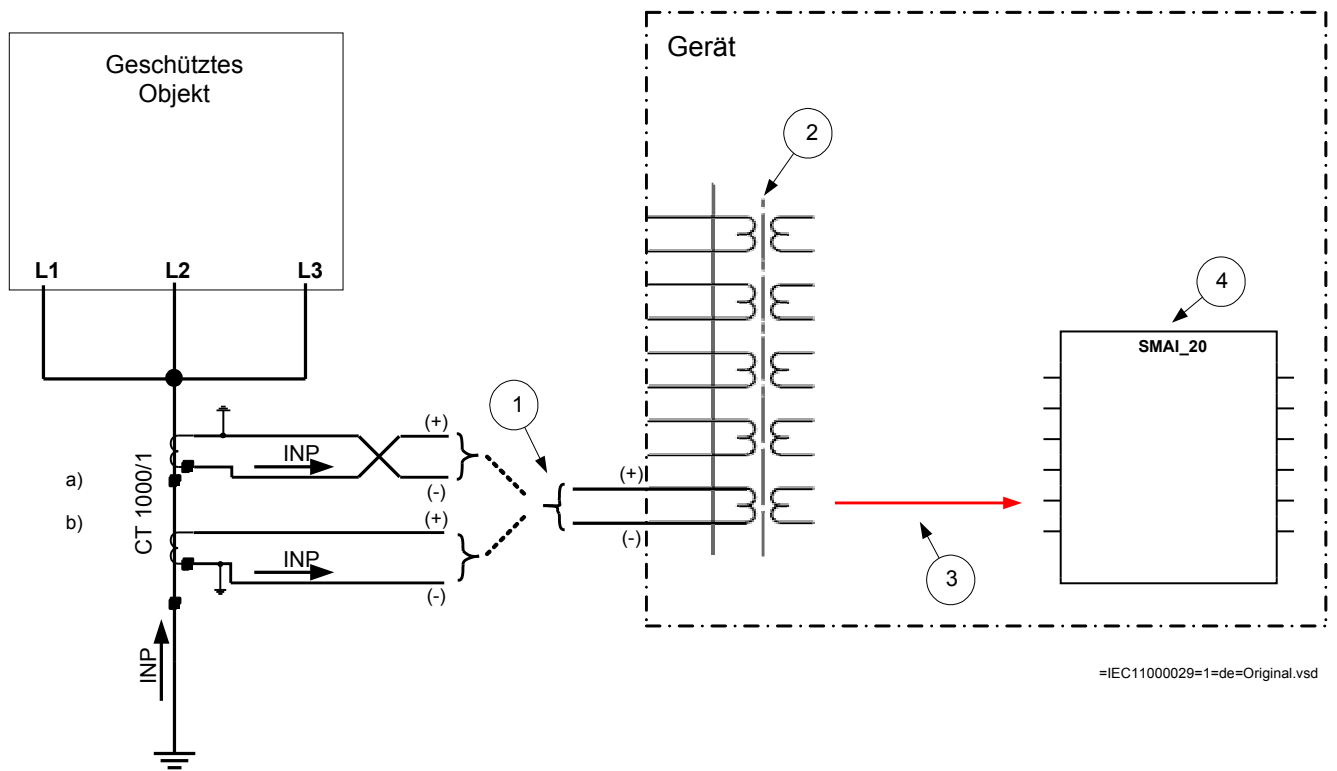

Abb. 48: Anschlussvariante für einphasigen Stromwandler
Abbildung 48 liefert ein Beispiel zum Anschluss eines einphasigen Stromwandlers am IED. Sie liefert ebenfalls einen Überblick zu den erforderlichen Benutzeraktionen, um diese Messung den eingebauten Schutz- und Steuerfunktionen innerhalb des Geräts verfügbar zu machen.
- Für Anschluss a), wie in Abbildung 48 dargestellt:
- Für Anschluss b), wie in Abbildung 48 dargestellt: